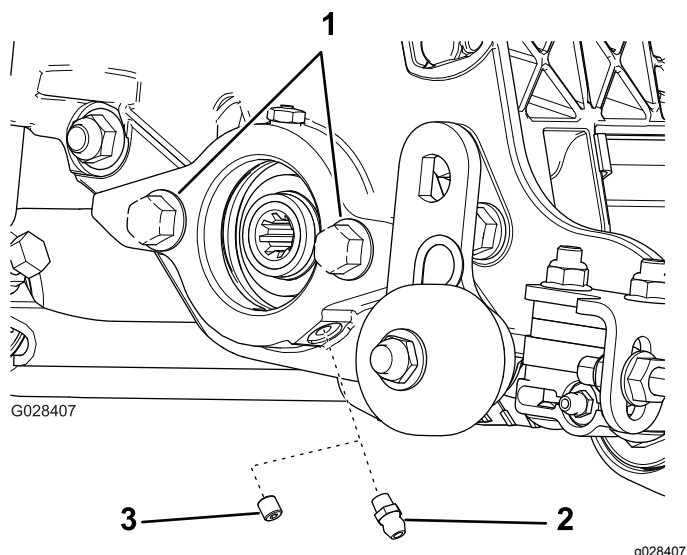

Figura 6
1. Retire y deseche el tornillo de fijación de la chapa lateral del motor del molinete (Figura 6).
2. Instale el engrasador recto (Figura 6).
3. Si no hay pernos en la placa lateral del motor del molinete, instálelos (Figura 6).